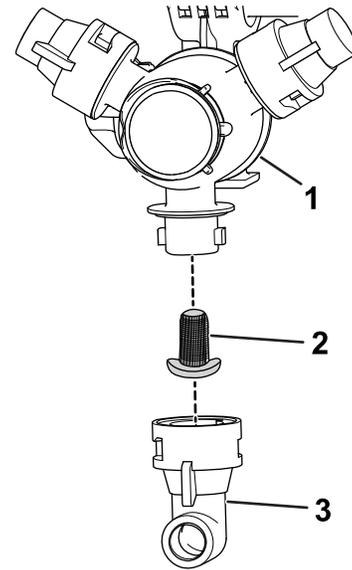

図 32
2. タレットからノズルを外す 図 32。
3. ノズルフィルタを取り外す 図 32。
5. ノズルフィルタを取り付ける 図 32。
6. タレットにノズルを取り付ける 図 32。